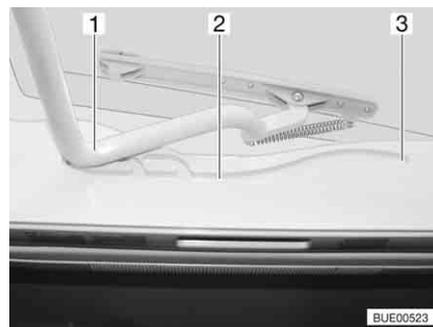

Fig. 111 Clarabóia Heki, guia
- Puxe o arco (Fig. 111,1) nos guias (Fig. 111,2) até à posição mais posterior (Fig. 111,3).
- Empurre ligeiramente para cima o arco (Fig. 111,1) usando ambas as mãos.
- Puxe o arco nos guias (Fig. 111,2) até à posição pretendida.